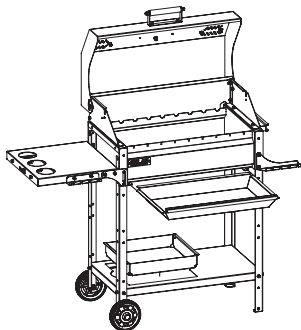

Рис. 37.
- Вставить лоток (поз. 10) в отверстие на нижней полке, как показано на рис. 37.